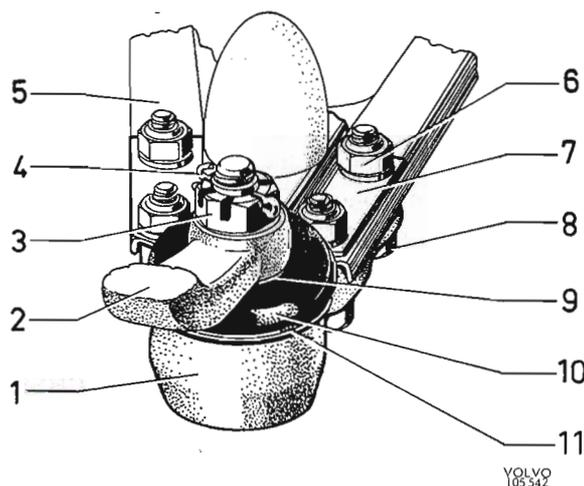

Abb. 29 Befestigung des unteren Kugelgelenkes
3. Die Muttern (6, Abb. 29) lösen und die vier Befestigungsschrauben (8) entfernen. Kronenmutter (3) entsplinten und abschrauben.
1. Kontrollieren, daß die Gummistaubkappe unbeschädigt und mit Fett gefüllt ist; ggf. mit Mehrweckfett füllen. Ferner überprüfen, daß Kugelpfanne und Sicherungsringe richtig angebracht sind, vgl. Abb. 29.
2. Kugelzapfen in die Öse des unteren Lenkhebels eindrücken und die Kronenmutter (3) aufschrauben. Anziehmoment: 4,8–5,5 mkp. Kronenmutter versplint (4).
3. Kugelgelenk mit den Schrauben (8) und den Muttern (6) am unteren Querlenker befestigen.